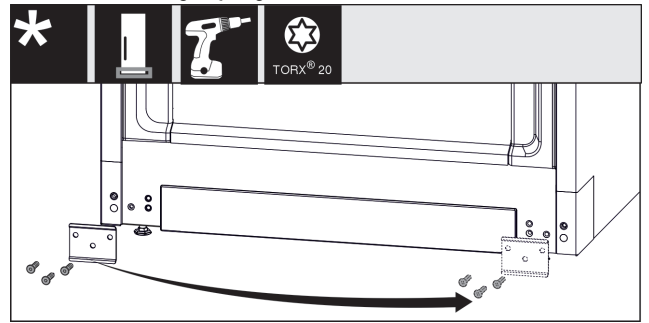

Fig. 13
- ▶ Atsukite skydelį, perkelkite į kitą pusę ir prisukite vėl. *Fig. 13 (1)*